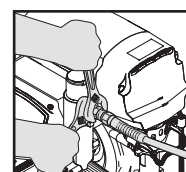

Fig. 7
1. Conectați furtunul airless la mașină. Strângeți bine. (Fig. 7)